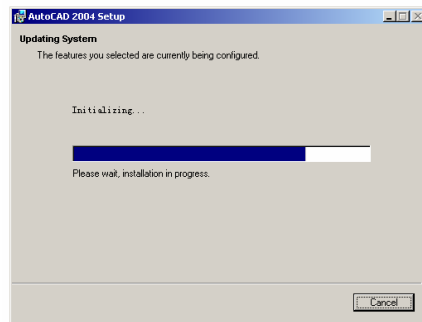

图 1-27 安装进程显示
(10) 如果确认无误, 则单击 **next** 按钮开始安装。安装界面将随时显示安装进程, 如图 1-27 所示。